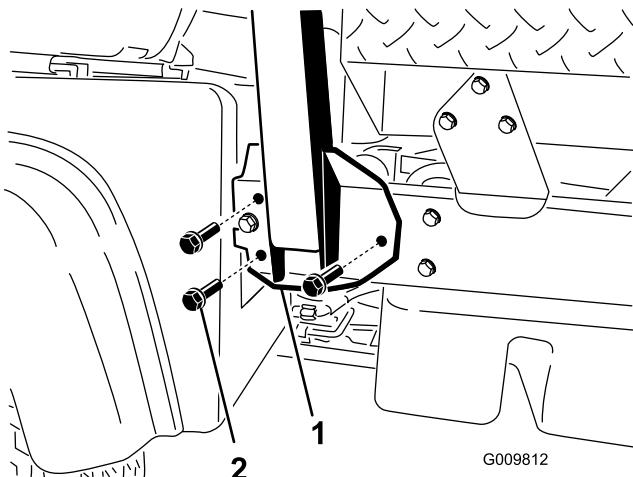

Figure 4
1. Placez chaque côté du système ROPS en face des trous de montage dans le cadre de chaque côté du véhicule, comme montré à la Figure 4.